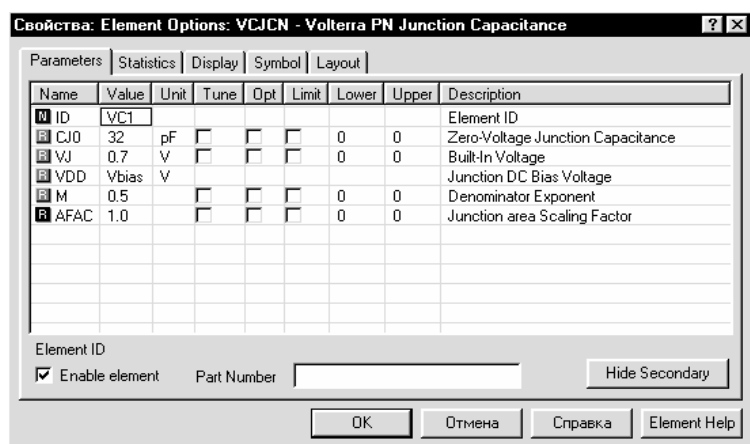

Рис. 3.46
1. Щёлкните левой кнопкой мышки по элементу **VCJCN** и затем дважды щёлкните по этому элементу. В открывшемся окне **Element Options** отредактируйте значения параметров так, чтобы они соответствовали значениям, указанным на рис. 3.46.